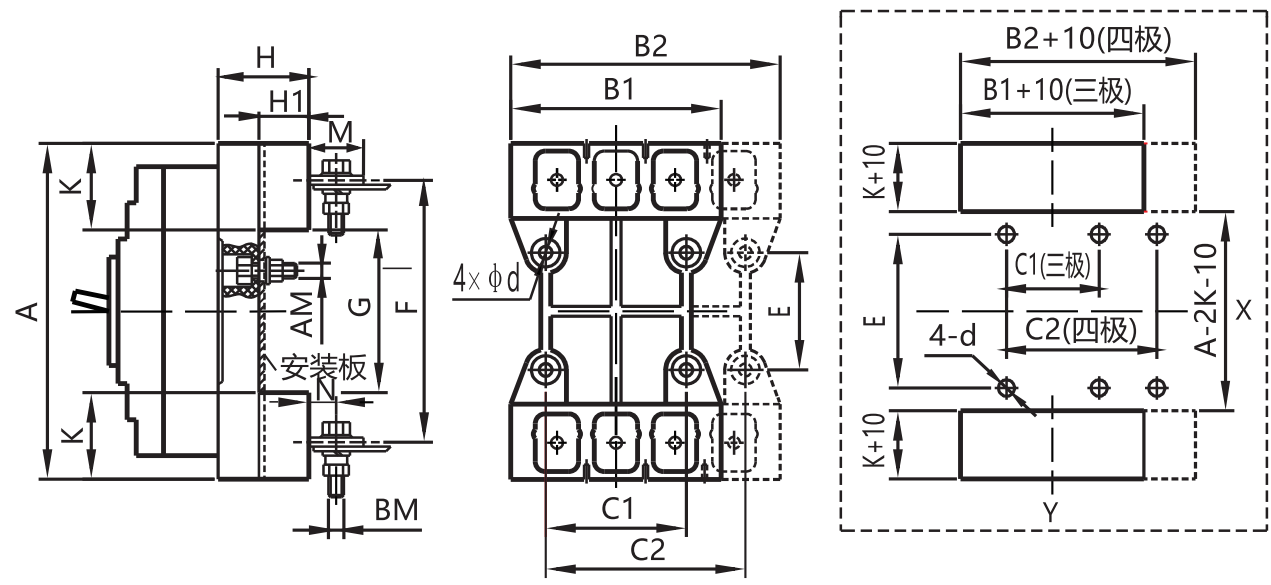
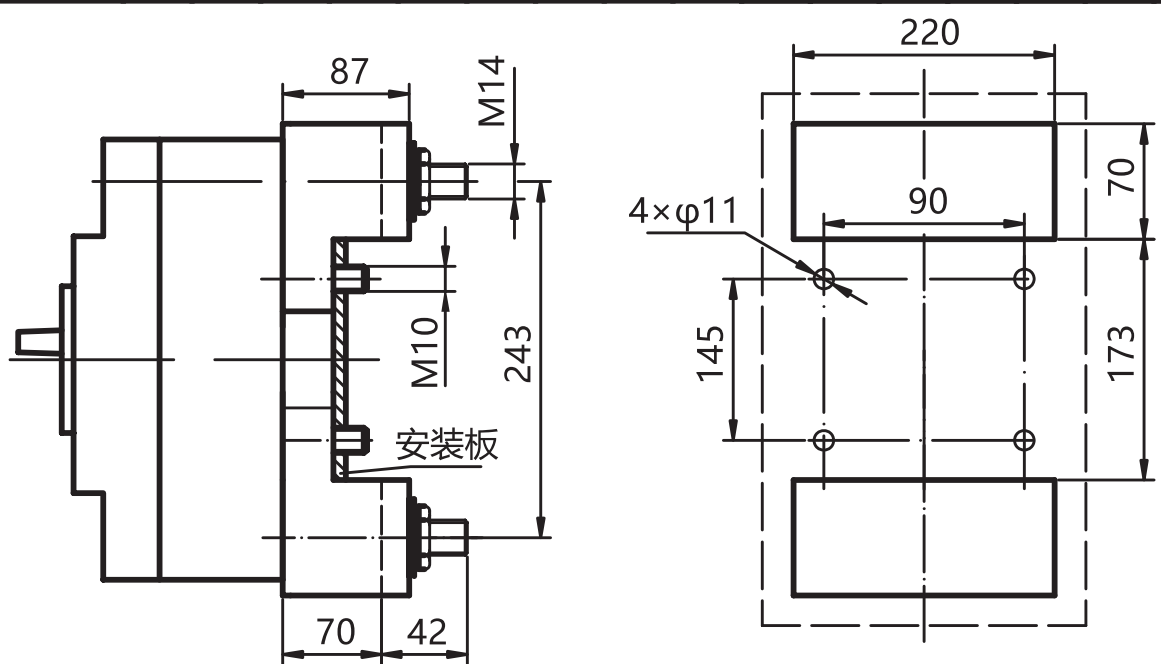

图10 安装板开孔尺寸
图11 RDM1-800三极插入式外形及安装板开孔图
6.4 RDM1系列插入式外形尺寸及安装板开孔尺寸见图10、图11及表9